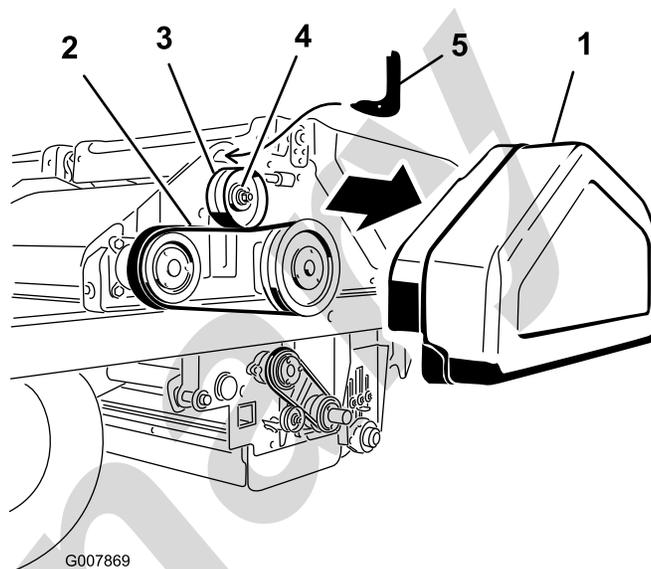

Рисунок 59
1. Снимите кожух ремня (Рисунок 59).
2. Ослабьте гайку на натяжном шкиве (Рисунок 59).
3. Вставьте крючок инструмента для натяжения ремня в отверстие над натяжным шкивом (Рисунок 59). Уприте изогнутый низ инструмента в натяжной шкив.
4. Вставьте поводок динамометрического ключа на 1/2 дюйма в отверстие в инструменте для натяжения ремня (Рисунок 59).
5. Поворачивайте инструмент на себя, пока не будет достигнут крутящий момент 50 дюйм-фунт, после чего, сохраняя крутящий момент, затяните гайку натяжного шкива (Рисунок 59).